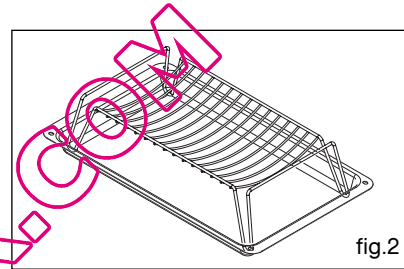

fig.2
- **Accesorios reservados a la cocción a baja temperatura (fig.2)**
Introduzca los otros dos topes rojos en los emplazamientos A previstos para ello (fig.2).
- Saque el primer cristal enganchado levantándolo simultáneamente con las dos manos (fig.2).
Desenganche, levantándolo, los niveles de varillas (B fig.2) de la parte delantera (esquema A fig.1). Tire del nivel completo hacia usted, levántelo para desenganchar el enganche de fijación trasero (esquema B fig.1). Sáquelo de los 2 orificios (C fig.2) de la pared catalítica y de la mufa del horno. Quite a continuación la pared catalítica (A fig.2). Coloque los nuevos elementos (niveles) efectuando las mismas operaciones en sentido inverso.
Desenrosque completamente el tornillo (E fig.2) que se encuentra en la parte superior de la pared del fondo (D fig.2). Incline la pared hacia adelante para sacarla de la mufa. Vuelva a colocar la pared nueva realizando las operaciones inversas.